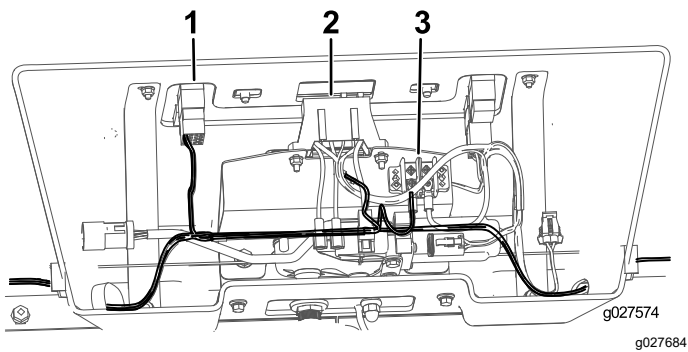

図 10
2. ハーネスをスイッチ、ヒューズブロック、アース端子に接続する 図 10。